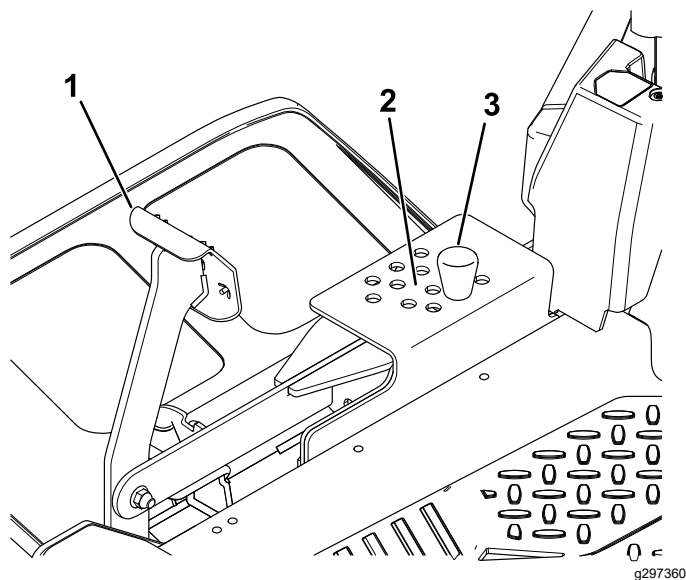

Figura 36
2. Para ajustar la altura de corte, retire el pasador del soporte de altura de corte (Figura 36).
3. Seleccione el taladro del sistema de altura de corte que corresponde a la altura de corte deseada, e inserte el pasador (Figura 36).